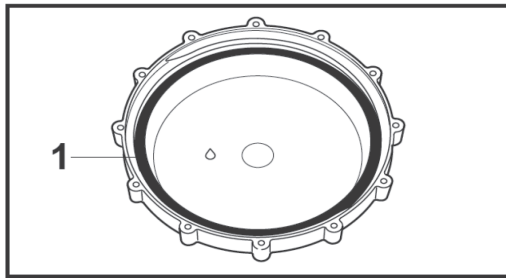

Рис. 41
Осмотрите прокладку крышки бака (1). Она должна быть чистой, без повреждений. Смажьте прокладку консистентной смазкой (рис. 41).